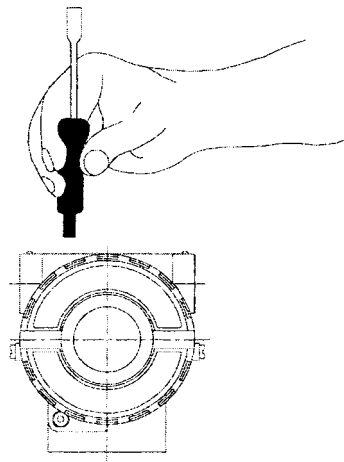

Fig. 4.2 - Aggiustaggio dello Zero e dello Span
- Inserire l'attrezzo magnetico nel foro di aggiustaggio ZERO (Vedi fig 4.2)